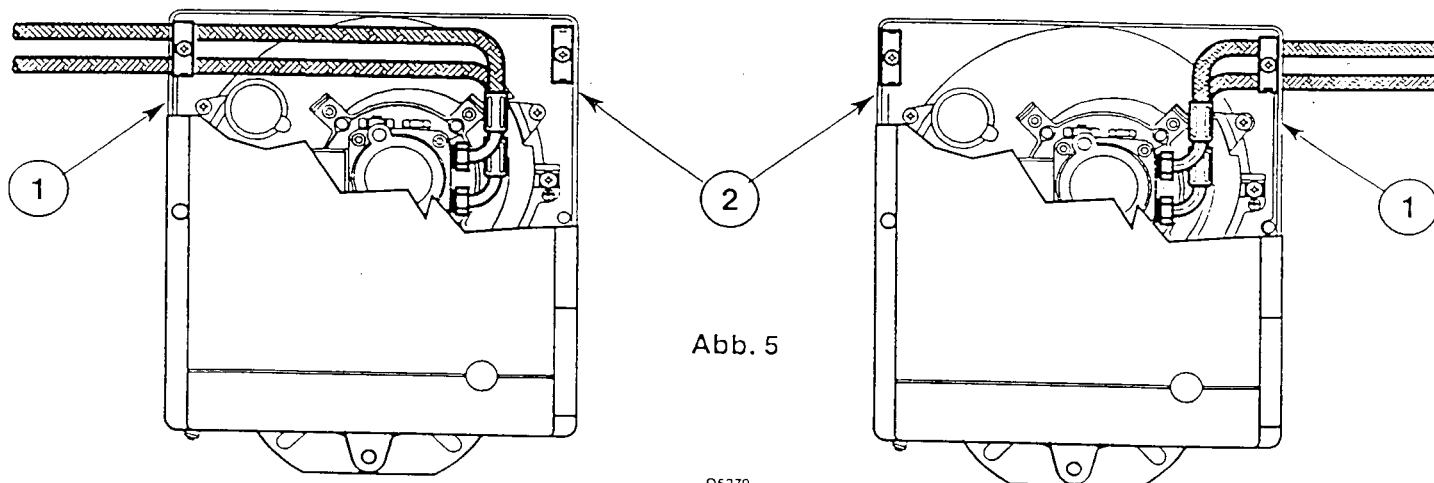

Abb. 5
Es muß jeweils die Halteschelle (1) bzw. der Verschußwinkel (2) gewechselt werden (siehe Abb. 5).